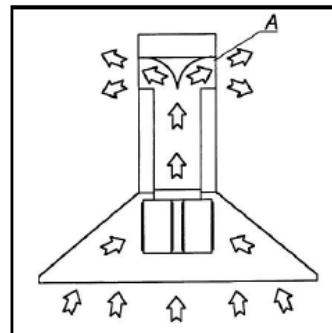

Fig.2
**VERSÃO COM FILTRO (Fig.2) (Opcional):** Efetua a descarga dos fumos e odores aspirados reciclados normalmente de novo para o interior do local (A). Esta opção só deve ser utilizada quando não há possibilidade de descarga para o exterior. Informamos que com esta opção a aspiração será reduzida e o nível de ruído será superior ao da versão com aspiração.